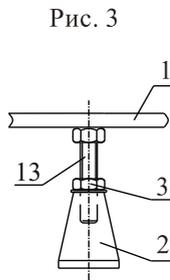

Рис. 3
6. Установить дополнительные опоры, в центре, под дном ванны (рис.3) и под сидением (рис.5). **ВНИМАНИЕ!** После этого затянуть раму (поз.1) гайками М 12 (поз.3) и привернуть гайки к пластмассовым опорам (поз.2), обеспечив равномерность распределения нагрузки.